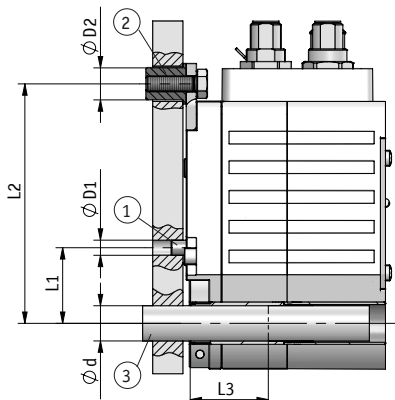
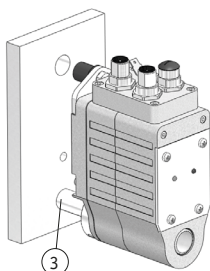
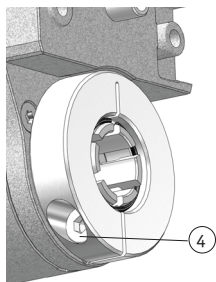
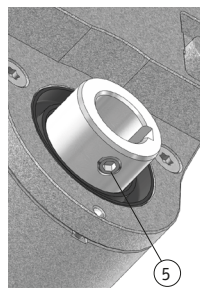

Abb. 1: Einbaumaße
Abb. 2: Montage
Abb. 3: Welle mit Klemmring
Abb. 4: Welle mit Passfedernut
- ▶ Sorgen Sie für einen geringen Wellen- und Winkelversatz zwischen Welle und Aufnahmebohrung durch geeignete Fertigungsmaßnahmen (siehe **Abb. 1** + **Tab. 1**).
Vorbereitung Montage (Abb. 1, Abb. 2, Abb. 3, Abb. 4):
Montage (Abb. 1, Abb. 2, Abb. 3, Abb. 4):